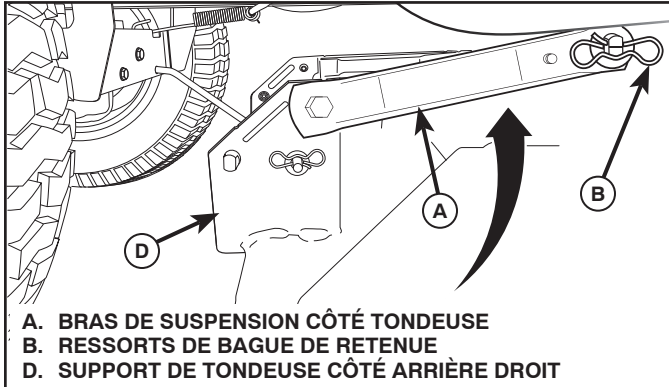

Fig. 31
6. ATTACHER LES BRAS DE SUSPENSION (A) CÔTÉ TONDEUSE AU CHÂSSIS (Voir la Fig. 31)
- Mettre le trou avant du bras de suspension (A) sur la goupille sur l'extérieur du châssis du tracteur et fixer avec la grande rondelle et la grande retenue à ressort (B).
7. ATTACHER LES BRAS DE FORCE ARRIÈRE (C) (Voir la Fig. 31)
- Insérer l'extrémité de la tige du bras de force arrière (C) dans le trou (U) du bras de suspension d'arbre et pivoter le bras vers le bas de la tondeuse.
- Lever le coin arrière de la tondeuse et placer la fente dans le bras sur la goupille sur le support arrière de la tondeuse (D) et fixer avec une grande rondelle et un grand ressort de retenue.